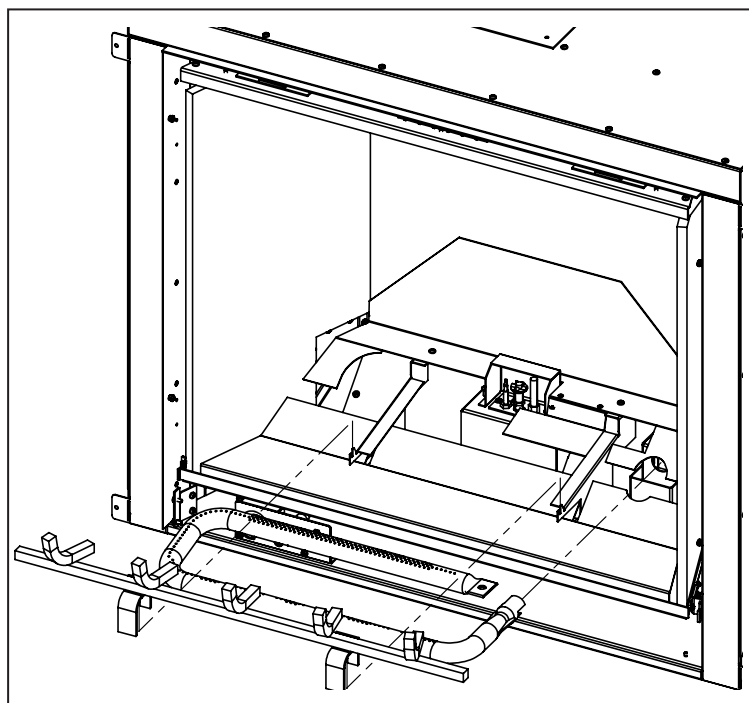

Figure 11. Enlever le bruleur
**Étape 2 :** Retirez la vanne de déflexion d'air supérieure en dévissant les (2) boulons T-20. Retirez la vanne de déflexion d'air inférieure.
**Étape 3 :** Retirez les supports du brûleur de gauche et de droite en dévissant les (4) boulons T-20.
**Étape 4 :** Dévissez les (16) boulons T-20 qui retiennent la porte d'accès, comme illustré dans la figure 11.